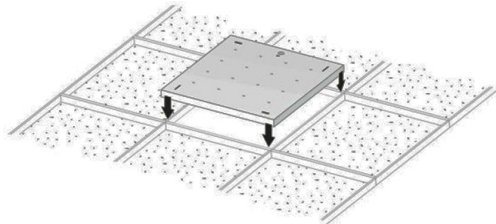

Рисунок 4 — Установка светильника Geniled серии Офис в подвесной потолок.
5.3.3. Установите светильник Geniled на монтируемое место (Рисунок 4). Следите за тем, чтобы кабель не оказался зажатым между элементами конструкции потолка и светильника. Убедитесь, что светильник надежно закреплен на потолке.